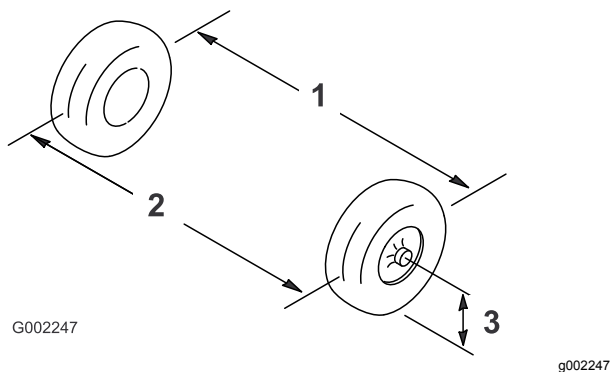

Figura 83
2. Meça a distância entre os pneus dianteiros à altura do eixo na zona dianteira e traseira dos pneus dianteiros (Figura 83).